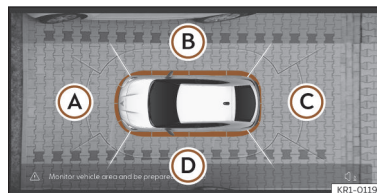

Fig. 147 Visualização do sistema de visão periférica: perspectiva aérea.
Pode-se escolher entre quatro vistas diferentes >>> **Fig. 147:**
Combinando as imagens de todas as câmaras, gera-se a perspectiva aérea >>> **Fig. 147**. A perspectiva aérea pode-se selecionar pressionando sobre o veículo dentro da zona.
>>> **Fig. 147** (A) a (D) da perspectiva aérea ou da perspectiva aérea reduzida, é possível selecionar e fixar a vista correspondente, a qual será realçada a cor de laranja.